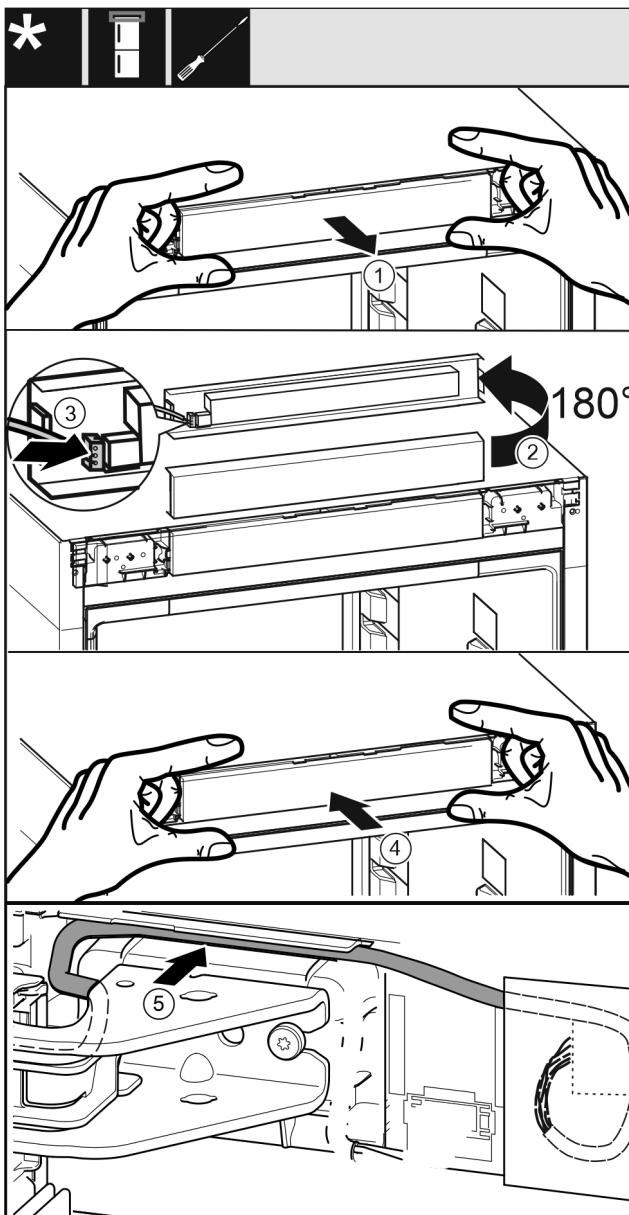

Fig. 45
- ▶ 小心地取出控制面板 Fig. 45 (1)。
- ▶ 将控制面板 Fig. 45 (2)向上旋转 180°。
- ▶ 将插头 Fig. 45 (3)卡紧在控制面板上。
- ▶ 将控制面板 Fig. 45 (4)重新卡紧在冰箱上。
- ▶ 将电缆 Fig. 45 (5)通过上方托架小心地放置到导向装置中。